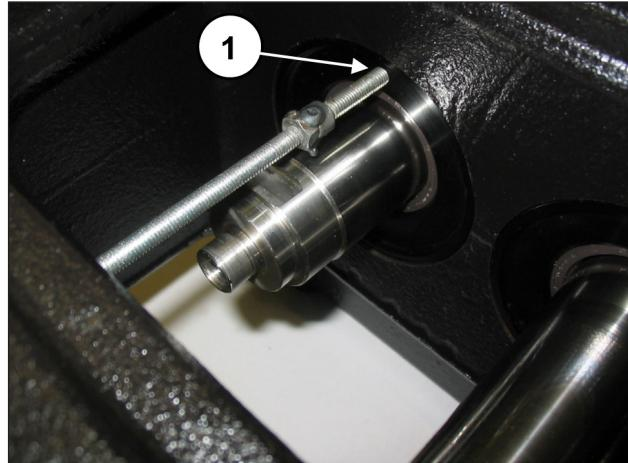
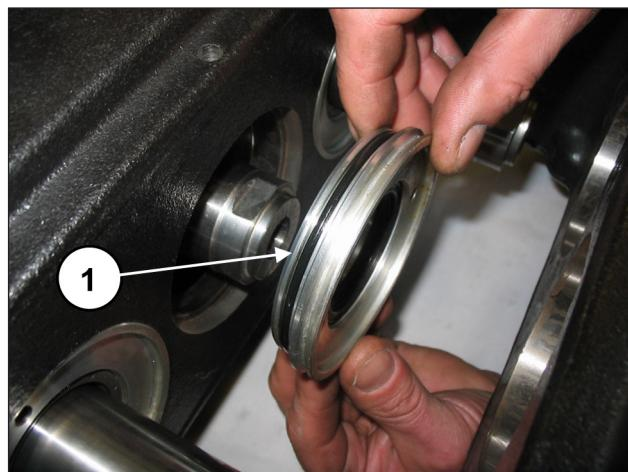

Рис. 3
Рис. 4
Закрутите резьбовую шпильку или винт M6, которые будут выполнять функцию съемника, в специальные отверстия на крышке сальника (поз. ①, Рис. 3) и снимите крышки с насосного узла (поз. ①, Рис. 4).